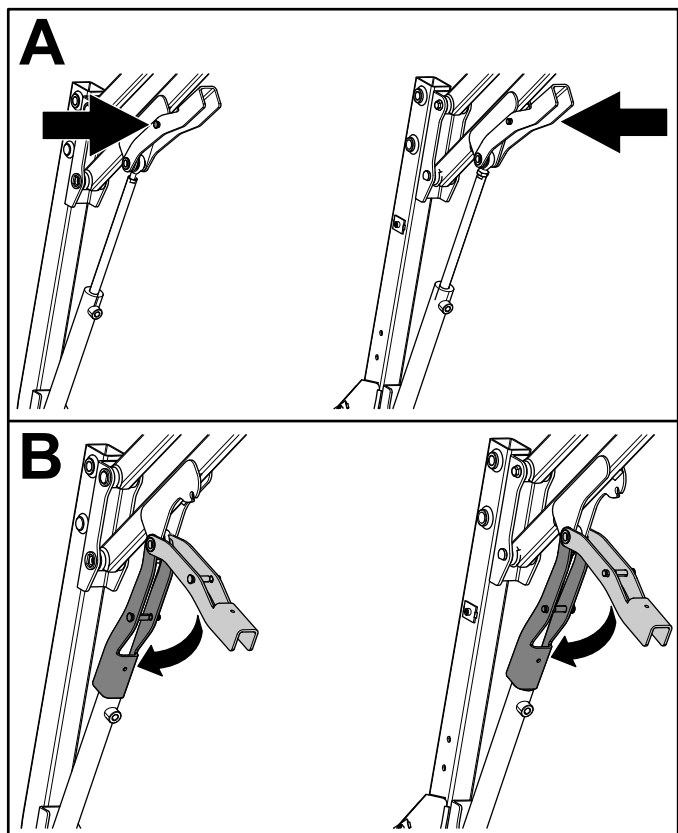

Figure 37
- A. Enfoncez la goupille du verrou de sécurité magnétique (Figure 37).
- B. Tout en maintenant la goupille enfoncée, abaissez le verrou de sécurité magnétique sur le vérin hydraulique (Figure 37).